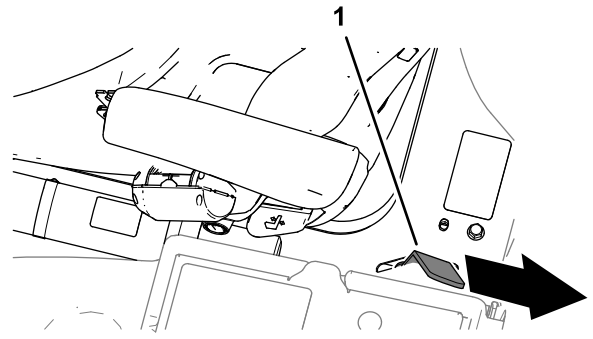

Figura 44
3. Baje la plataforma del todo y mueva la palanca de cierre de la plataforma hacia la parte trasera de la máquina hasta que el cierre se enganche del todo en la barra de bloqueo (Figura 44).